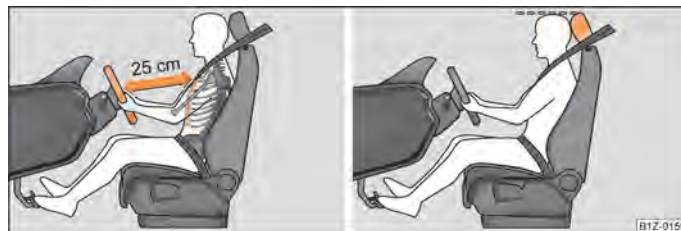

Fig. 116 La distancia correcta entre el conductor y el volante/el ajuste correcto del reposacabezas del conductor
- Ajuste el volante de tal modo, que la distancia entre el volante y el esternón sea, como mínimo, de 25 cm ⇒ fig. 116 - lado izquierdo.
- Ajuste el reposacabezas de tal modo, que el borde superior del mismo se encuentre de ser posible a la misma altura que la parte superior de su cabeza → **fig. 116** - lado derecho
- El conductor se ha de mantener a una distancia mínima de 25 cm del volante → **fig. 116** lado izquierdo. Si no respeta la distancia mínima, el sistema de airbag no podrá protegerle - ¡Peligro de muerte!
- Ajuste los reposacabezas de tal modo, que el borde superior de los mismos se encuentre de ser posible a la misma altura que la parte superior de la cabeza ⇒ fig. 116 - lado derecho.